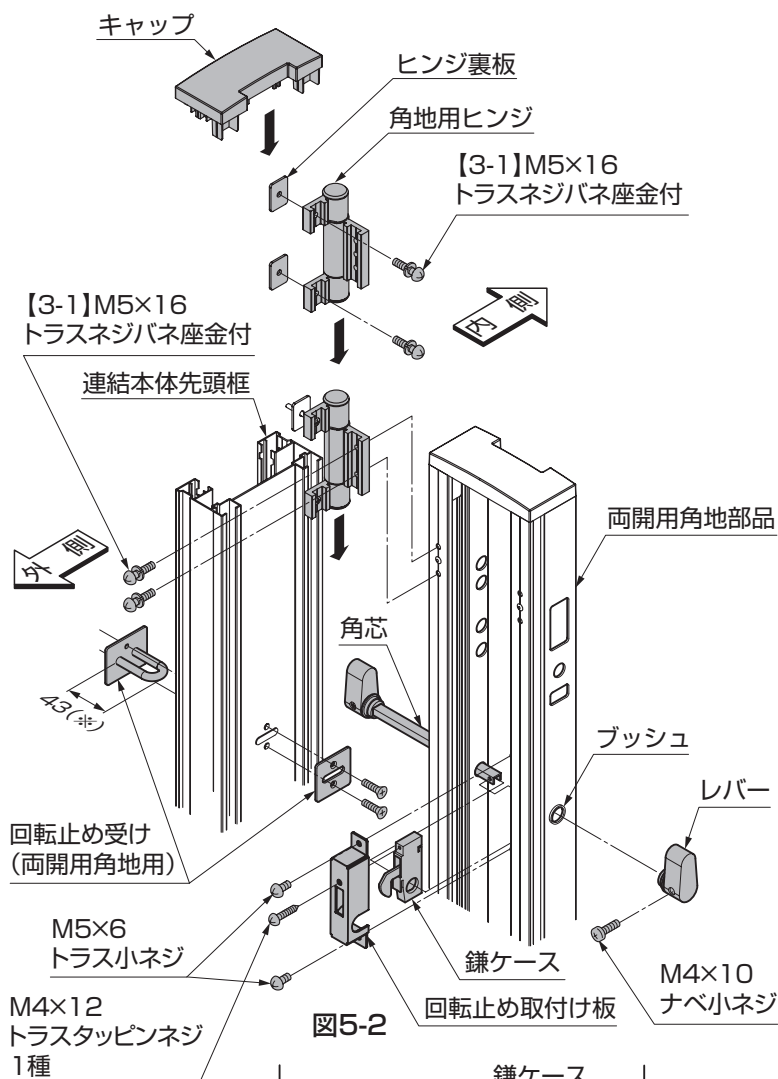

図5-2
① 連結本体先頭框の内側のスリット部分に角地用ヒンジを2個挿入し、両開用角地部品に固定してください。(図5-2参照)
② 連結本体先頭框の上端と両開用角地部品の上端を合わせ、連結本体先頭框に【3-1】で固定してください。(図5-2参照)
③ 回転止め受け(両開用角地用)のネジを外し、連結本体先頭框にはさむように取付けてください。(図5-2参照)
④ 回転止めの錠ケースと回転止め取付け材をM4×12トラストッピンネジ1種で取付け、両開用角地部品にM5×6トラス小ネジで固定してください。(図5-2参照)
⑤ ブッシュを両開用角地部品にはめ込み、回転止めの角芯(レバー付き)を、両開用角地部品と錠ケースに差込み、反対側のレバーをM4×10ナベ小ネジで固定してください。
⑥ (1)で外した連結本体先頭框のキャップを取付けてください。(図5-2参照)